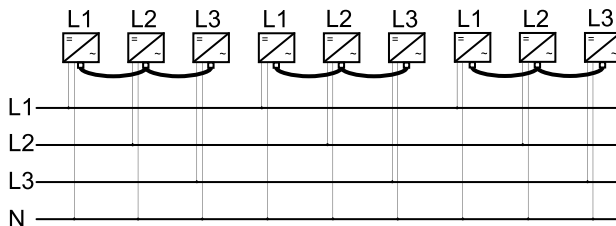

Fig. 2 Installazione in gruppi di tre successivi
- Gli inverter PLATINUM formano gruppi ciascuno di tre inverter (vedere fig. 2)